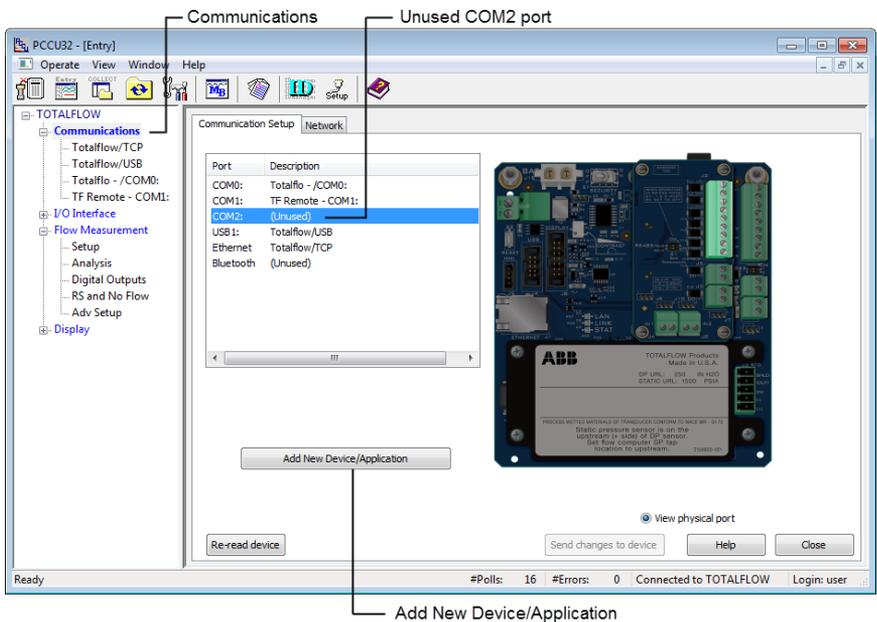

Figura 22: Adicione a porta de comunicação de expansão de E/S
1. Clique em **Comunicações** na árvore de navegação(Figura 22).